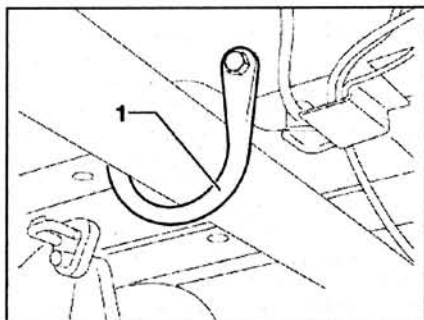

Рис. 4.76. Открутите болты крепления серьги 1.
1. Открутите болты крепления серьги 1 (рис. 4.76).